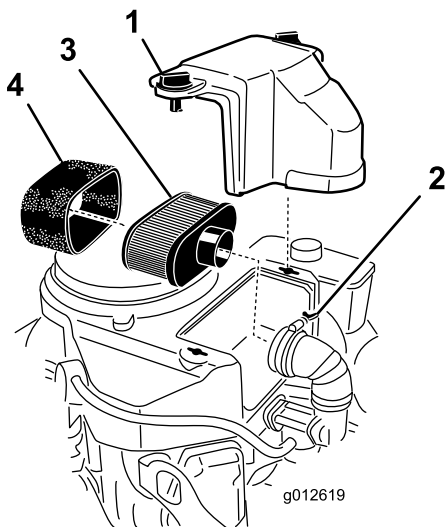

Bild 14
3. Reinigen Sie den Bereich um den Luftfilter herum, um zu verhindern, dass Schmutz in den Motor eintritt und Schäden verursacht (Bild 14).
4. Schrauben Sie die Handräder der Abdeckung ab und entfernen Sie die Luftfilterabdeckung (Bild 14).
5. Schrauben Sie die Schlauchklemme los und entfernen Sie den Luftfilter (Bild 14).
6. Ziehen Sie den Schaumstoffeinsatz vorsichtig vom Papiereinsatz (Bild 14).
Wichtig: Reinigen Sie den Papierfilter nicht sondern tauschen Sie ihn aus (Bild 14).
1. Schieben Sie den Schaumstoffeinsatz vorsichtig auf den Papierluftfiltereinsatz (Bild 14).
2. Schieben Sie den Luftfilter auf das Luftfilterunterteil und befestigen Sie ihn mit den 2 Flügelmuttern (Bild 14).
3. Setzen Sie die Abdeckung des Luftfilters auf und ziehen Sie das Handrad der Abdeckung fest (Bild 14).